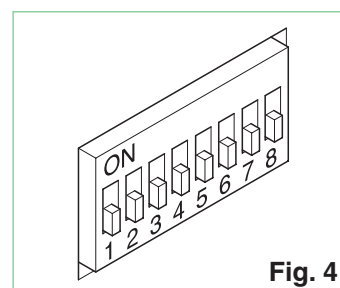

Fig. 4
5. À la fin de la procédure, assurez-vous d'enlever les cavaliers entre les bornes PR et - et les bornes S et - et replacer tous les microswitches sur OFF (0) de la manière illustrée à la Figure 4.